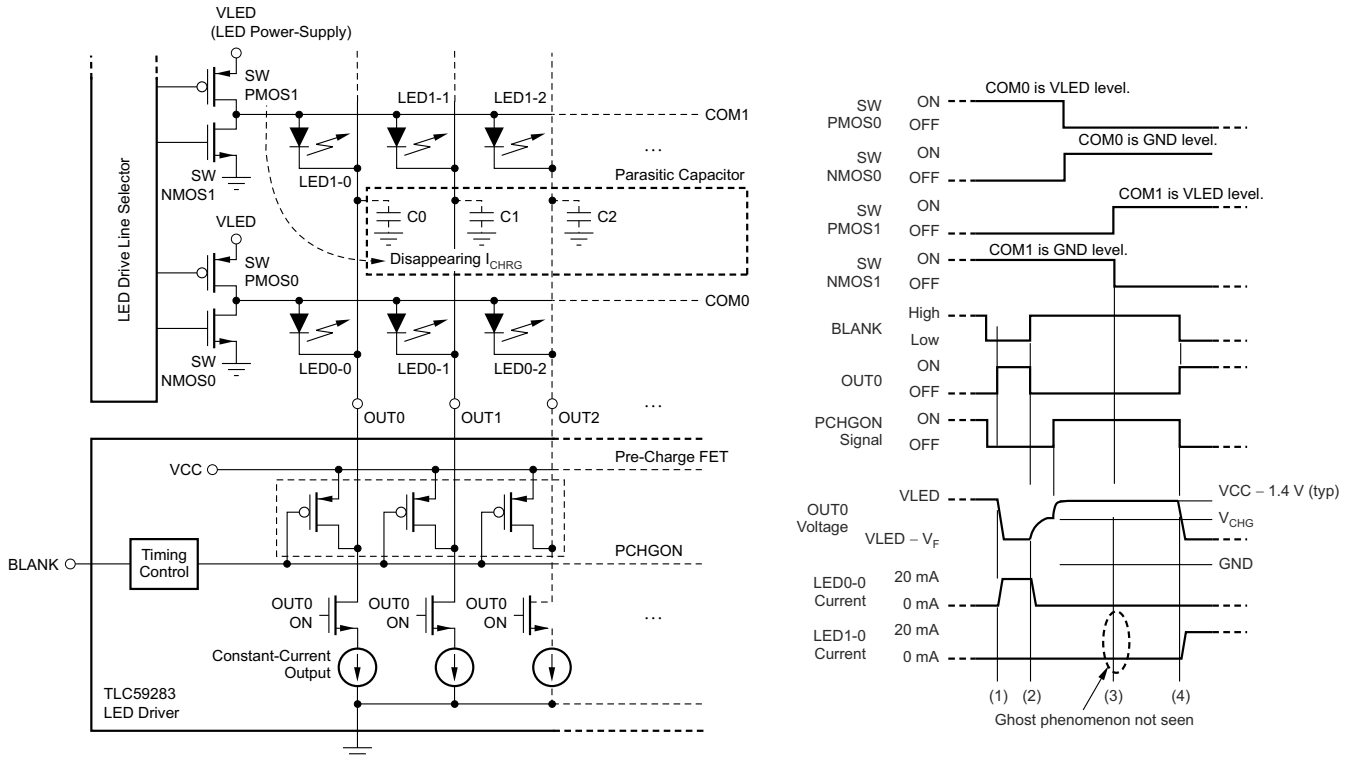

図 7-2. プリチャージ FET による LED のゴースト発光のメカニズム
図 7-2 に示すように、TLC59283 には内部プリチャージ FET があり、ゴーストを防止します。単一のコモンラインの PWM 制御が完了してからわずかな遅延時間が経過すると、FET は V_{CC} にプルアップします。SWMOS1 がオンになると、充電電流は LED1-0 を経由して C0 に流れず、(3) でゴーストが除去されます。ただし、LED アノード電圧、直列接続された LED の数、LED 順方向電圧、TLC59283 V_{CC} 電源電圧によっては、十分なゴーストキャンセル効果が得られない場合があります。